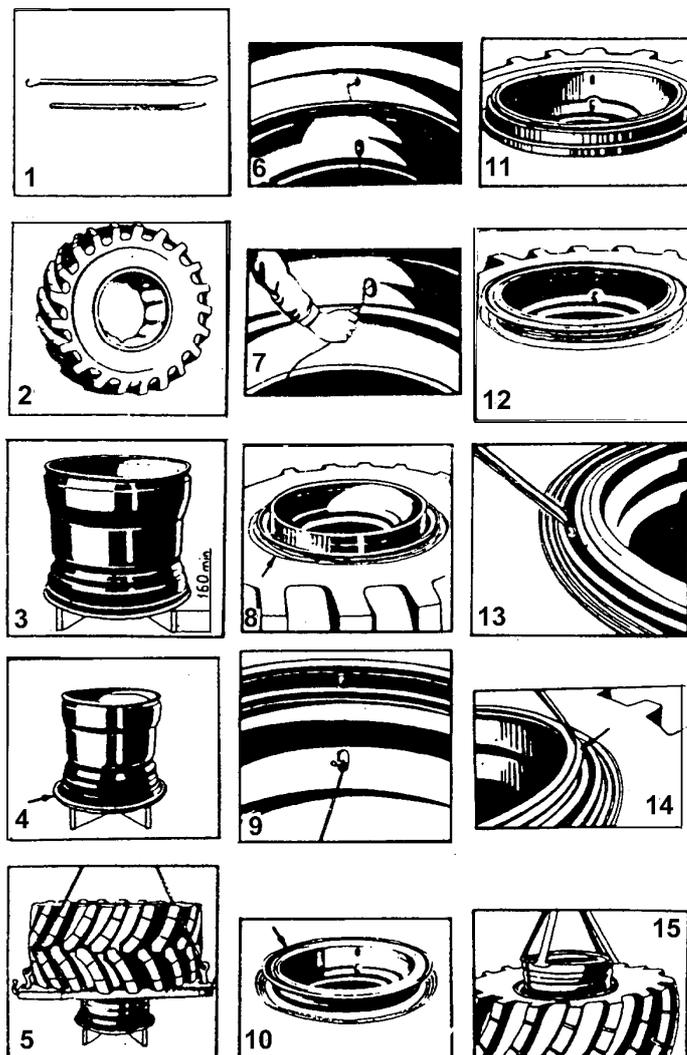

Рис. 70. Монтаж-демонтаж шины
2. Операции монтажа-демонтажа выполняются с помощью двух монтажных лопаток, прикладываемых в ЗИП (рис. 70, поз.1).
3. Подъем шины и колеса при монтаже-демонтаже осуществляется лицом, допущенным к управлению грузоподъемным механизмом с помощью грузозахватных приспособлений (типа показанных на рис. 70, поз.5).
Последовательность операций по монтажу-демонтажу шины производите в соответствии с рис. 70 поз.1...15.
1. Внутреннюю поверхность покрышки посыпьте тальком, вложите в покрышку камеру и подуйте ее настолько, чтобы она приняла естественную (рабочую) форму (рис. 70, поз.2), при этом необходимо учитывать направленность рисунка и место установки колеса на ступице, чтобы обеспечить совпадение указателей направления вращения шин (стрелки на боковинах покрышек) с направлением вращения колес при движении трактора вперед.
2. Установите обод на крестовину (рис. 70, поз.3) и наденьте на него бортовое кольцо (рис. 70, поз.4), при этом бортовое кольцо наружными кромками не должно упираться в крестовину.
3. Наденьте шину на обод (рис. 70, поз.5), при этом целесообразно введение вентиля камеры в вентиляное отверстие обода производить с помощью проволоки или тросика, предварительно закрепленных на вентиле (рис. 70, поз.6, 7).
4. Установите второе бортовое кольцо (рис. 70, поз.8).
на ободе (рис. 70, поз.9), наденьте посадочное съемное кольцо на обод (рис. 70, поз.10).
6. Установите замочное кольцо на обод (рис. 70, поз.11).
7. Во избежание самодемонтажа перед накачиванием необходимо бортовым кольцом надежно замкнуть посадочное съемное кольцо и замочное кольцо на ободе, при этом стыки разрезных частей колец должны быть в диаметрально противоположном положении (рис. 70, поз.12). Соблюдая меры предосторожности, накачайте шину до давления не более 0,05-0,06 МПа (0,5-0,6 кгс/см²) и убедитесь в том, что шина по всей длине окружности зашла за посадочное съемное кольцо. Если борт шины в некоторых местах уперся в торец посадочного съемного кольца, необходимо заправить кольцо под борт монтажной лопаткой.
2. Осадите борт шины с посадочной полки путем введения крючкообразного конца одной монтажной лопатки и плоского конца другой между бортовым и посадочно-съёмным кольцами и отжатия противоположных концов лопаток вниз. Осаживание производится обходом по кругу, начиная с места расположения демонтажного паза на посадочном съёмном кольце (рис. 70, поз.13).
3. Постукиванием по буртику посадочного съёмного колеса осадите последнее с буртика замочного кольца, затем введите плоский конец одной из монтажных лопаток в демонтажный паз замочного кольца и, отжимая противоположный конец лопатки к центру колеса, выведите конец замочного кольца из зацепления с ободом (рис. 70, поз.14).
9. Извлеките обод из шины (рис. 70, поз.15).